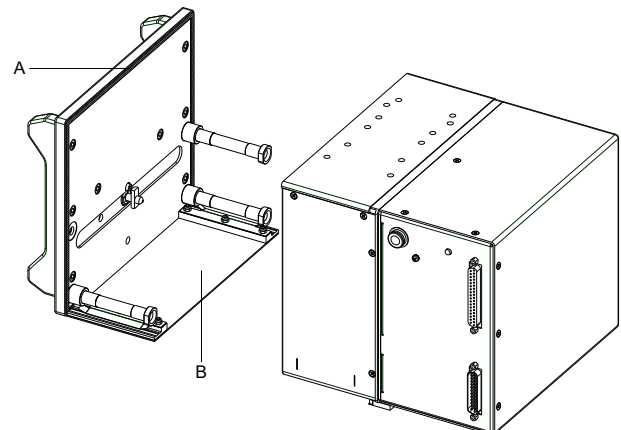

Abbildung 24
3. Durch ein eingelegtes Dichtprofil (A, Abbildung 24) und eine Abdeckung (B, Abbildung 25) wird die Druckmechanik so vor Wasser- und Staubeintritt geschützt.